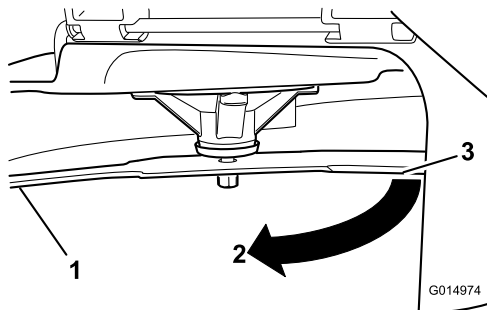

Figura 59
3. Seconda distanza misurata tra la lama e la superficie (B)
4. Ruotate la stessa lama di 180 gradi in modo che il tagliente opposto si trovi ora nella stessa posizione (**Figura 59**).